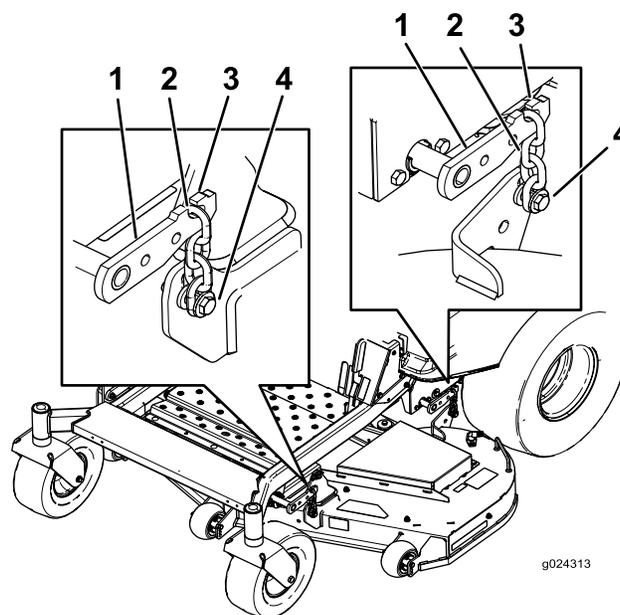

Figura 75
3. Retire las cadenas de los ganchos de los brazos de elevación de la carcasa (Figura 75).
6. Eleve la parte trasera de la carcasa de corte y conecte las cadenas a los brazos de elevación traseros (Figura 75).
7. Conecte las cadenas delanteras a los brazos de elevación delanteros (Figura 75).